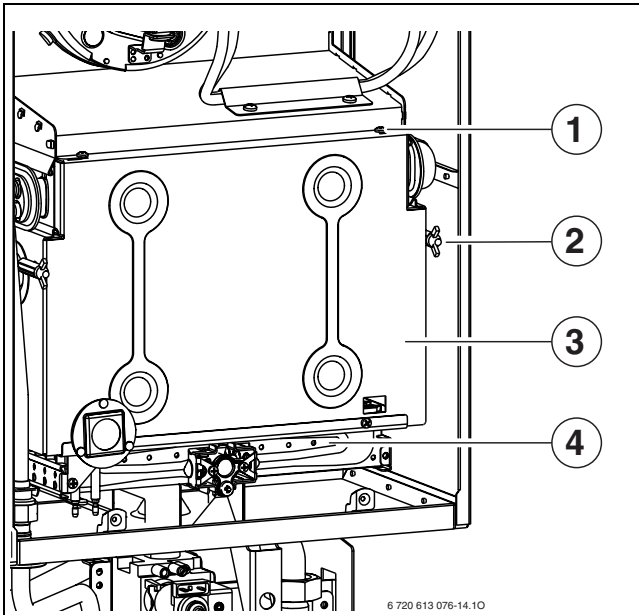

Рис. 48 Відкритий пальник
- ▶ Зняти передню стінку камери згоряння та пальник (→ рис. 48).